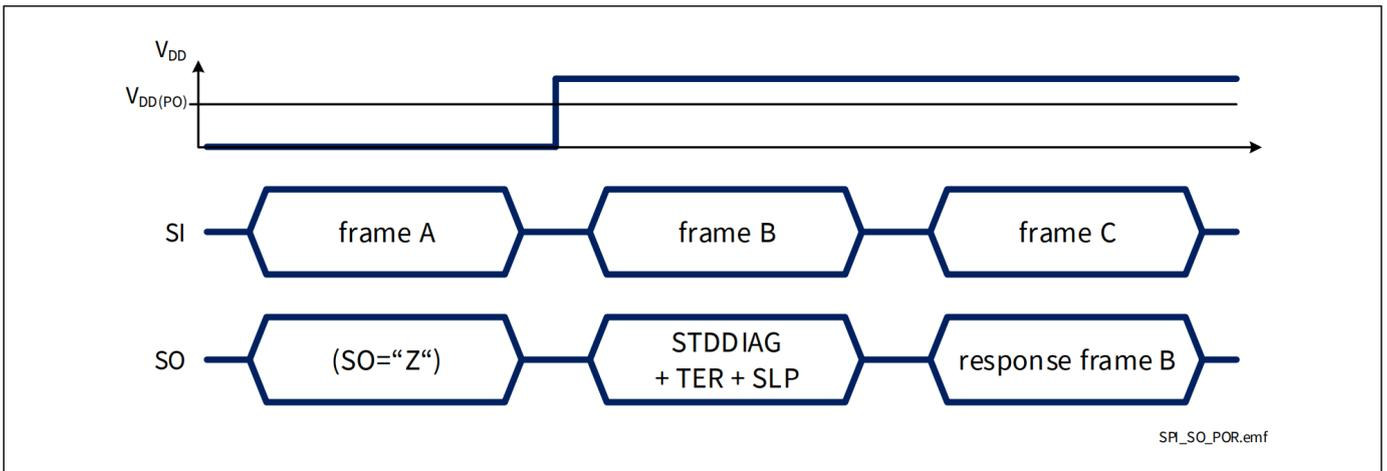

Figure 44 SPI response after coming out of Power-On reset at V_{DD}
- 当 BTS71040-4ESA 数字电源不满足上电复位条件时，如图 44 所示